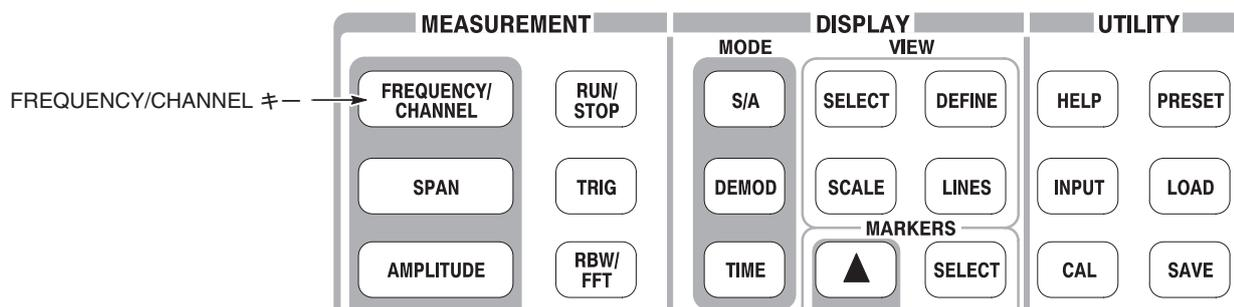

図 2-7 : 周波数の設定
1. 前面パネルの **FREQUENCY/CHANNEL** キーを押します (図 2-7)。